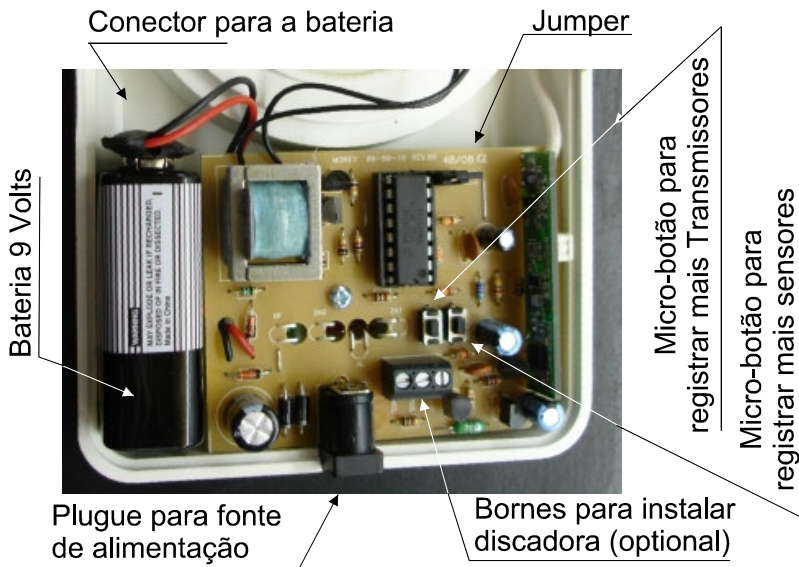

Fig. 7
- Coloque a *Fonte de Alimentação* (Fig. 8) na tomada, e o cabinho dela no plugue do *Módulo Central* (fig. 7)
Este painel indicador (fig. 7) localizado na parte frontal inferior do *Módulo Central* serve para dar diversas informações ao usuário como segue abaixo: